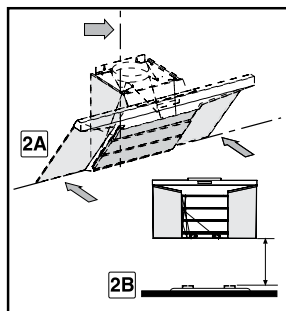
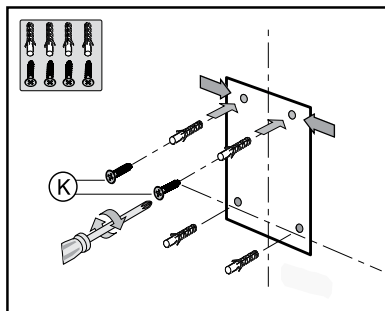

Рис. 8
Рис. 9
1. Отметьте на стене горизонтальной линией положение нижнего края кухонной вытяжки с учетом минимального расстояния от варочной поверхности (рис.8). Приложите монтажный шаблон к стене так, чтобы его линии совпадали с линиями разметки. Произведите на стене разметку положения отверстий для крепления вытяжки (рис.9).